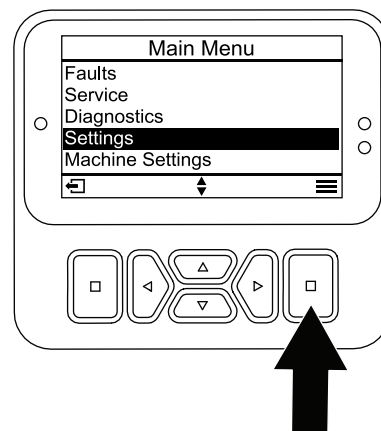

Figure 22
1. Depuis le MENU PRINCIPAL, naviguez jusqu'au menu RÉGLAGES et appuyez sur le bouton de sélection (Figure 22).